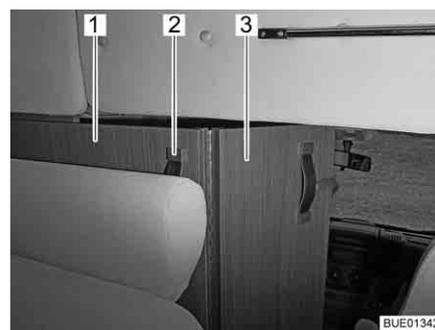

Fig. 42 Separación de la cabina del conductor
- Coger la separación de la cabina del conductor (Fig. 42,1) por el asidero (Fig. 42,2) y tirar hacia atrás hasta que el borde de la separación de la cabina del conductor se encuentre aproximadamente a la altura del respaldo del banco (Fig. 42).
- Desplegar la parte plegable de la separación de la cabina del conductor (Fig. 42,3) entre los asientos de la cabina del conductor.